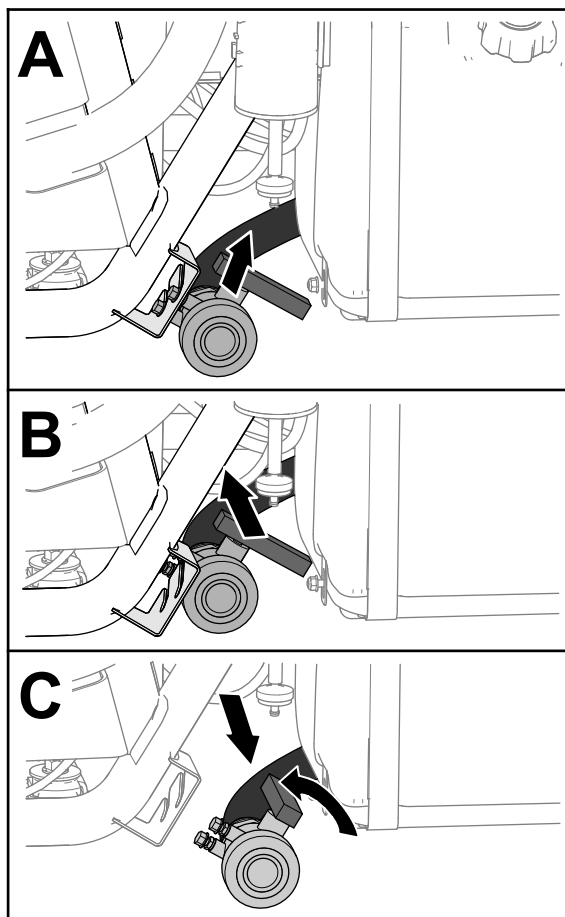

Figura 27
2. Localice la válvula de vaciado del depósito, situada en el lado izquierdo de la máquina, por delante del depósito de combustible (Figura 27).
3. Eleve la válvula y muévala hacia la parte interior, hasta que los espárragos de montaje de la válvula salgan de las ranuras en el soporte de la válvula de drenaje y mueva la válvula hacia atrás (Figura 27).
4. Alinee el extremo de la válvula con el recipiente de vaciado y gire la palanca de la válvula en sentido antihorario a la posición de abierto (Figura 27).
5. Cuando el depósito se haya vaciado por completo, gire la maneta de la válvula de vaciado a la posición de cerrado y monte la válvula en el soporte de la válvula de vaciado (Figura 27).